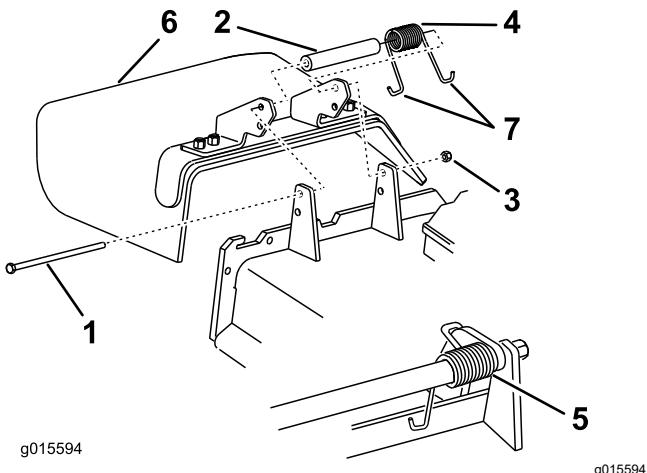

Figure 103
1. Retirez le contre-écrou, le boulon, le ressort et l'entretoise qui fixent le déflecteur aux supports de pivot (Figure 103).
**Remarque:** Prenez soin de placer 1 extrémité en J du ressort derrière le bord du tablier avant de mettre le boulon en place, comme montré à la Figure 103.
6. Accrochez l'extrémité en J du ressort au déflecteur d'herbe (Figure 103).